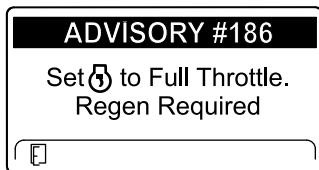

図 47
**注** インフォセンターにアドバイス #186 図 47 が表示される場合は、エンジンをフルスロットルハイアイドルにセットしてリセット再生を続けてください。